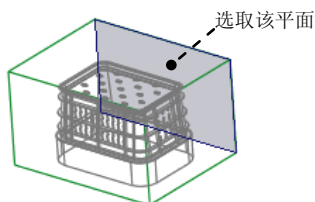

图 16.12 拉伸终止面
(4) 定义深度类型。在操控板中选取深度类型 (到选定的), 选取图 16.12 所示的面为拉伸终止面。